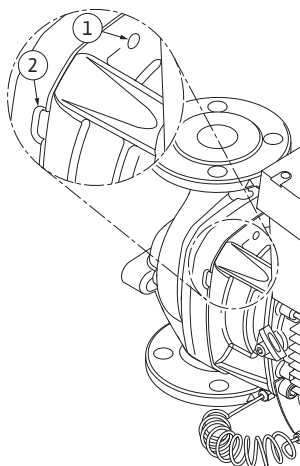

Fig.51: Резьбовые отверстия и пазы для отжатия съемного блока от корпуса насоса
13. Съемный блок (см. рис. 13) отжать от корпуса насоса. Для этого рекомендуется использовать два резьбовых отверстия (рис. 51, поз. 1) — прежде всего для отсоединения опорной части. С этой целью ввернуть подходящие винты в резьбовые отверстия. Если съемный блок имеет легкий ход, то для отжатия можно дополнительно использовать пазы (рис. 51, поз. 2) между корпусом насоса и промежуточным корпусом (для этого установить, например, две отвертки, и использовать как рычаги). После отжатия приibl. на 15 мм съемный блок выходит из корпуса насоса.